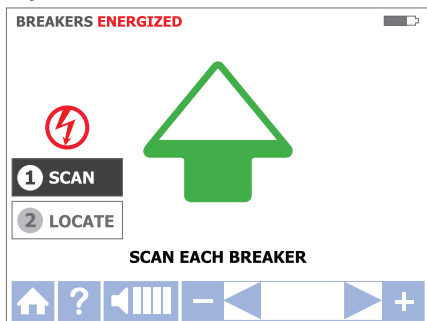

Figura 3.4b
- a. A unidade irá começar automaticamente no modo **1 PROCURAR**, tal como ilustrado na Figura 3.4b.